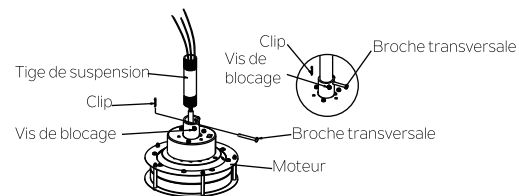

Fig. 7
**Étape 3.** Desserrez les deux vis de blocage et retirez le clip et la brochette du dessus de l'accouplement du moteur. Alimentez soigneusement les fils du ventilateur et le câble de sécurité vers le haut par la tige de suspension. Installez la tige de suspension sur l'accouplement du moteur jusqu'à ce que les trous de la broche transversale soient alignés. Remplacez ensuite la broche transversale et le clip et resserrez les deux vis de blocage. (Fig. 7)